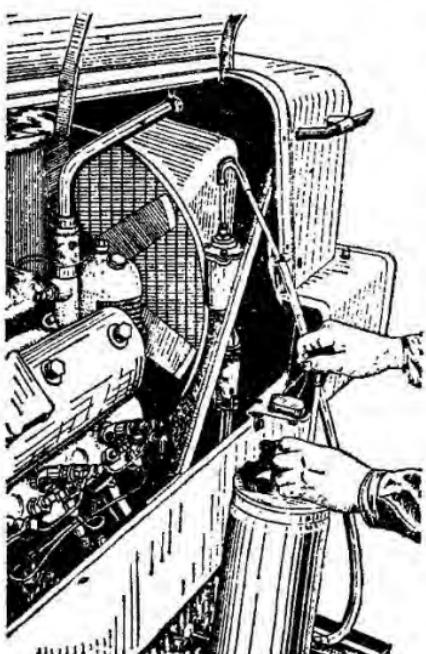

Рис. 25. Заправка маслом гидросистемы коробки передач.
**Смазка коробки передач.** Гидравлическая система коробки передач заправляется с помощью нагнетателя через заправочный фильтр (рис. 25), закрепленный на правой стойке водяного радиатора двигателя.